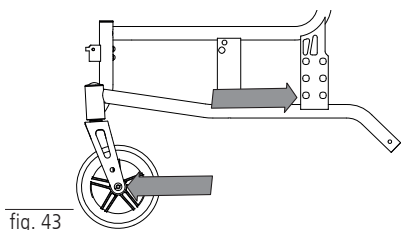

fig. 43
- Sædehøjde 470 – styrehjul 200 mm / 8” skrueaksel baghjul i nede (fig. 43)